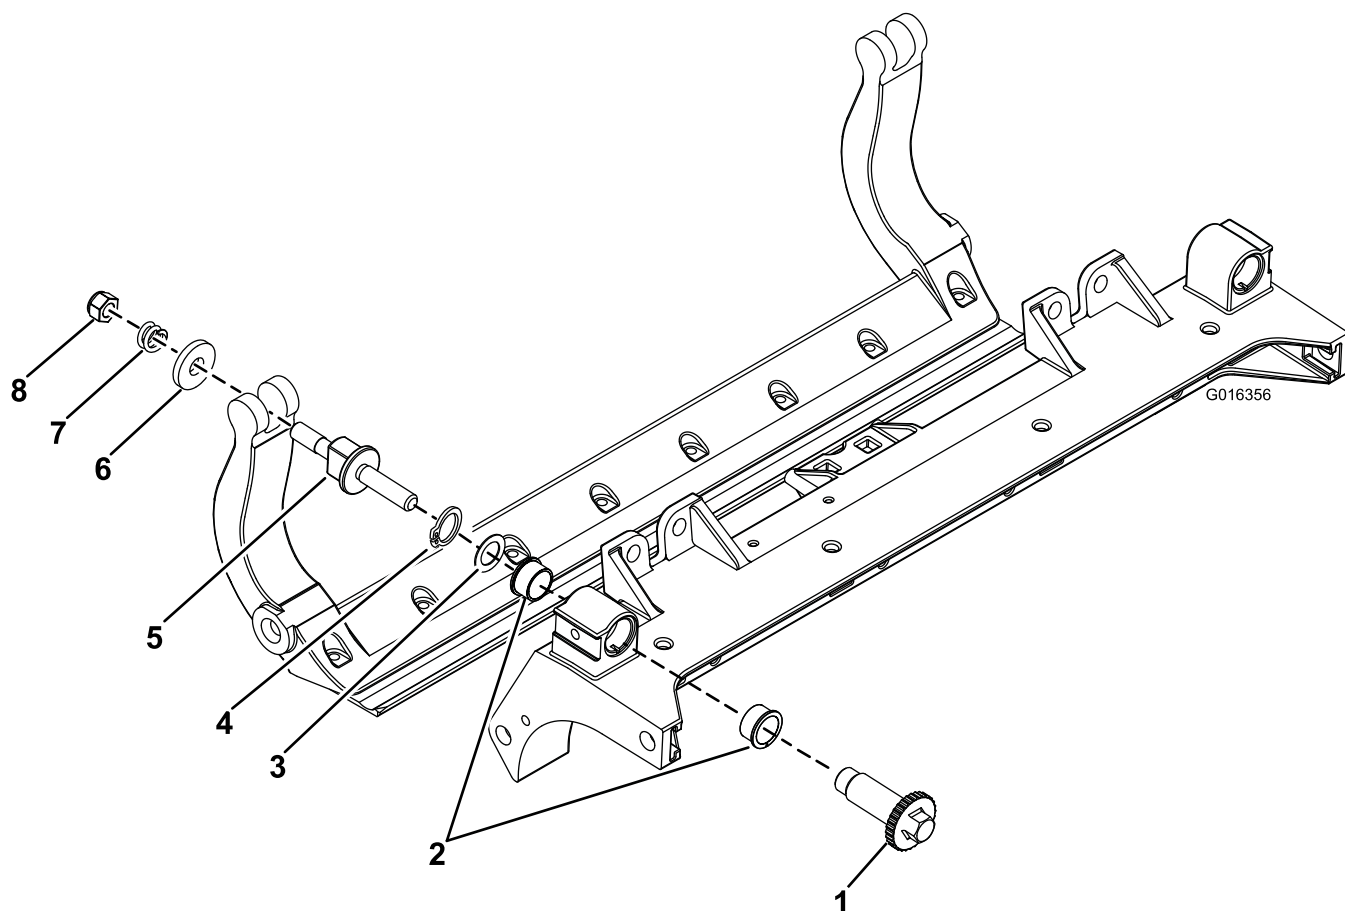

Figura 4
4. Rimuovete il dado di tensione della molla, la molla di compressione e la rondella dalla vite del dispositivo di regolazione della barra di appoggio (Figura 4).
rimuovete l'albero dal telaio dell'apparato di taglio (Figura 4).
9. Rimuovete le boccole flangiate dal telaio centrale dell'apparato di taglio (Figura 4).
7. Svitare l'albero del dispositivo di regolazione della barra di appoggio dalla vite del dispositivo di regolazione della barra di appoggio (Figura 4). L'albero del dispositivo di regolazione della barra di appoggio è sinistrorso.